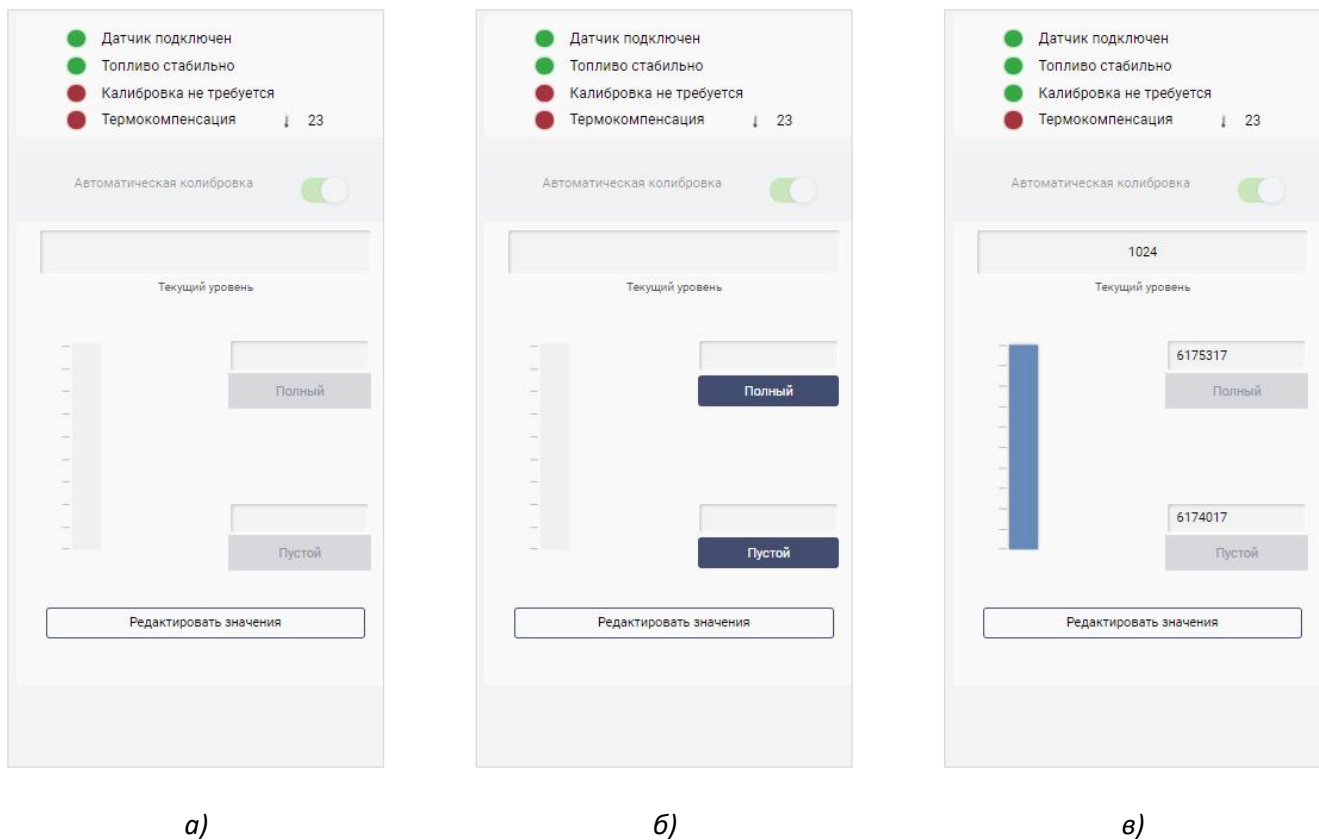

Рис. 25 – Раздел калибровки «пустой/полный» ДУТ.
- **красный** - калибровка ДУТ не выполнена (см. Рис.25а)
- **зеленый** - калибровка ДУТ выполнена (см. Рис. 25в).
Для начала калибровки нажмите кнопку «**Редактировать значения**». Тогда раздел калибровки примет вид, представленный на Рис.25б.
6. По окончании калибровки «пустой/полный» индикатор калибровки становится зеленым, а поля Пустой/Полный будут заполнены полученными значениями (см. Рис.25в).
8. По окончании калибровки «**пустой/полный**» индикатор калибровки становится зеленым (см. Рис.25в).